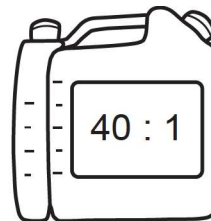

Fig. 13
- > Misture uma gasolina normal sem chumbo e um óleo de alta qualidade na garrafa de mistura [22] (Fig. 13).